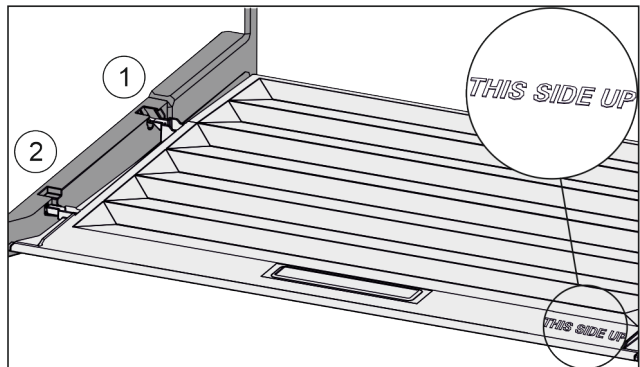

Fig. 69
- ▶ Пъхнете шийките на капака през отвора в задния държач Fig. 69 (1) и фиксирайте отпред в държача Fig. 69 (2).